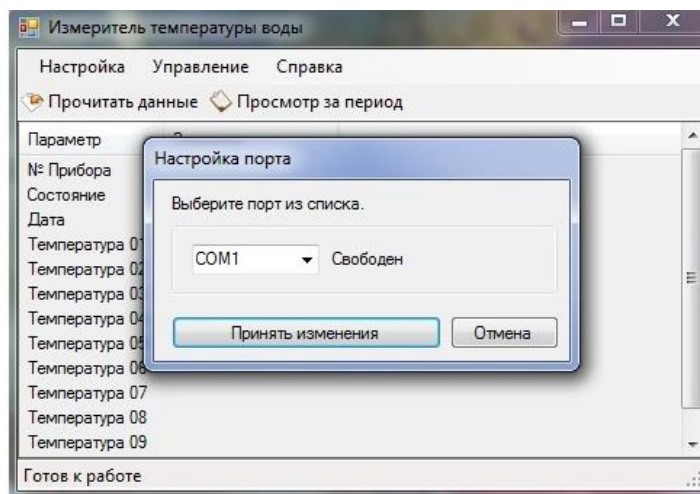

Рисунок 7 – Настройка порта
4.4.3 Выбрать опцию «Настройка портов» и в появившемся окне установить номер COM-порта, на который подключён прибор (рисунок 7).